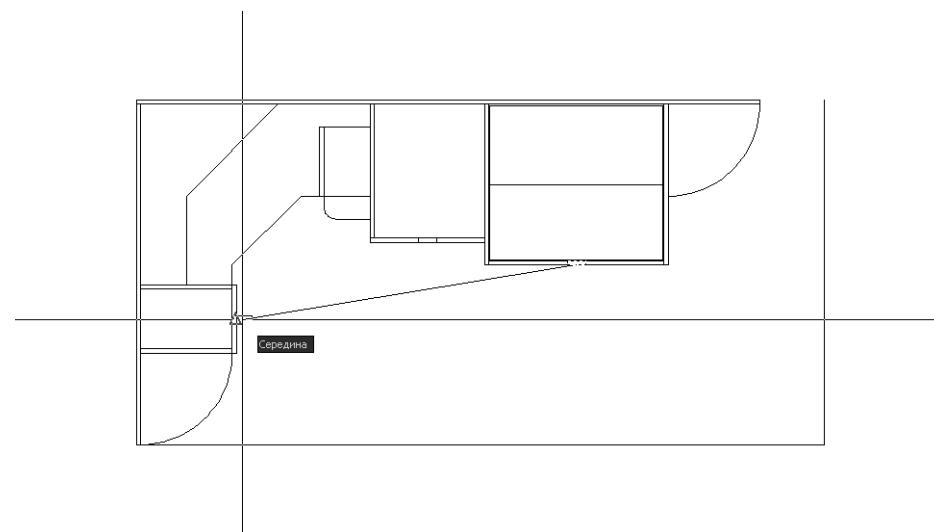

Рис. 4.63 ▼ Копирование прямоугольника на контур фасада малой тумбы с помощью режима привязки **Середина** (Midpoint)
5. Опять включите режим привязки **Середина** (Midpoint) и, подведя указатель-перекрестье к середине правой вертикальной линии прямоугольника, обозначающего контур фасада малой тумбы (рис. 4.63), щелкните для вставки копии исходного прямоугольника в эту точку.